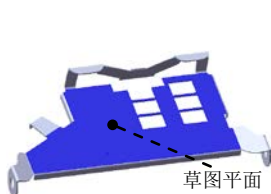

图 6.78 草图平面
(1) 选择命令。选择下拉菜单 **插入(I)** → **切除(C)** → **拉伸(E)...** 命令。
(2) 定义特征的横断面草图。
① 定义草图平面。选取图 6.78 所示的模型表面作为草图平面。